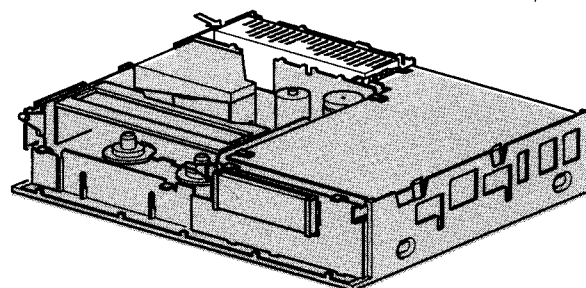

Fig. 2-4
- Die Gehäuseteile links und rechts von der Stromversorgung ein wenig auswärts drücken. Nun lässt sich die ganze Stromversorgung P036 aus dem Gehäuse entfernen (siehe Bild 2-4).